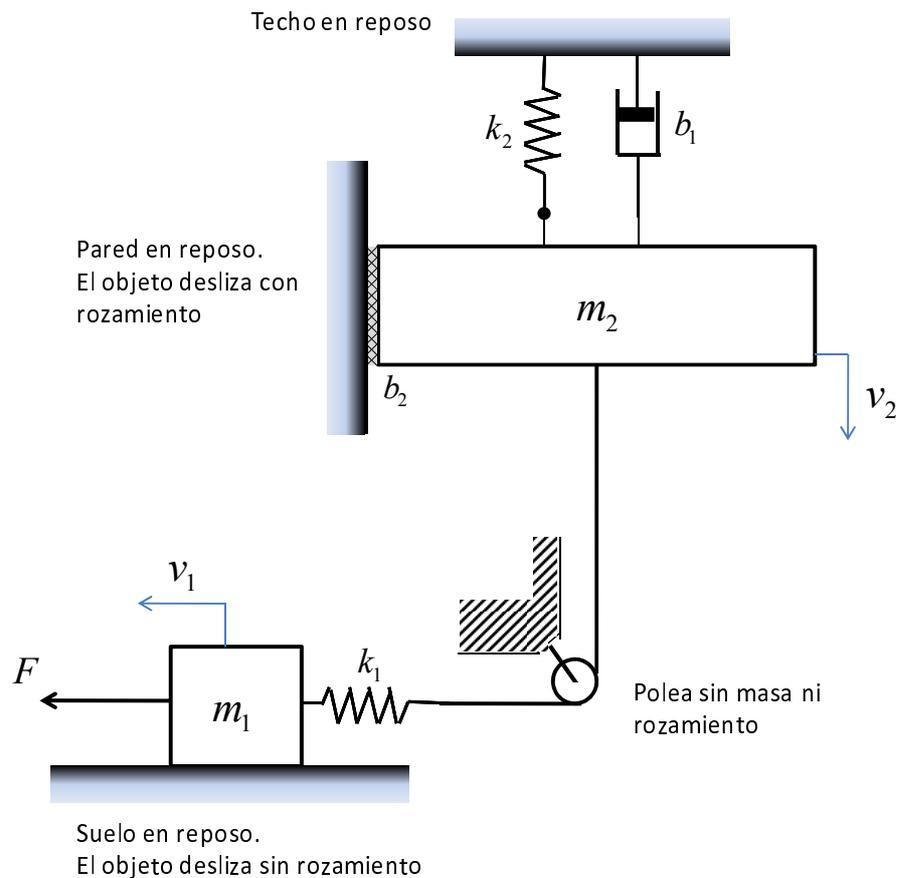

Figura 1.2: Diagrama del sistema mecánico.
Consideremos el sistema mostrado en la Figura 1.2, que consiste en dos objetos de masas constantes m_1 y m_2 , dos muelles ideales con coeficientes k_1 y k_2 , un amortiguador ideal con coeficiente b_1 , y una polea sin masa ni rozamiento. Las superficies señaladas como pared, techo y suelo se encuentran en reposo. El objeto de masa m_1 desliza sin rozamiento sobre el suelo y el de masa m_2 desliza con rozamiento sobre la pared.
Describa en lenguaje Modelica el sistema mecánico mostrado en la Figura 1.2 de las dos maneras siguientes:
2. Programe una librería mecánica que contenga los componentes necesarios para componer el sistema mecánico de la Figura 1.2. A continuación, defina dicho sistema como un modelo compuesto, instanciando y conectando componentes de la librería que ha creado.